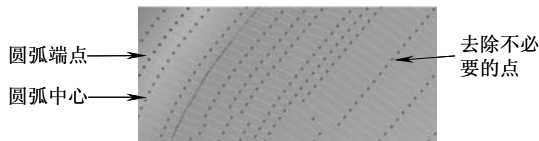

图 4-28 公差并保留圆弧
1) 公差并保留圆弧：在允许的公差范围内自动去除不必要的点，如图 4-28 所示。